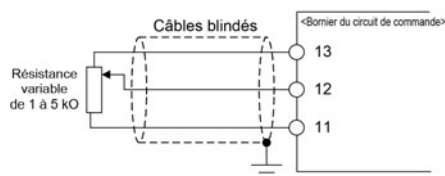

Figure 2.2-13 Schéma de raccordement des câbles blindés
- Utilisez des câbles blindés et limitez autant que possible la longueur de câblage (moins de 20 mètres) pour les signaux de commande sensibles aux interférences externes. Il est généralement recommandé de mettre à la terre les câbles blindés, mais si les interférences externes sont conséquentes, il est possible de réduire le bruit en les raccordant à la borne 11. Le câble blindé accroît l'effet bloquant. Mettez toujours une extrémité à la terre, comme indiqué dans la Figure 2.2-13.